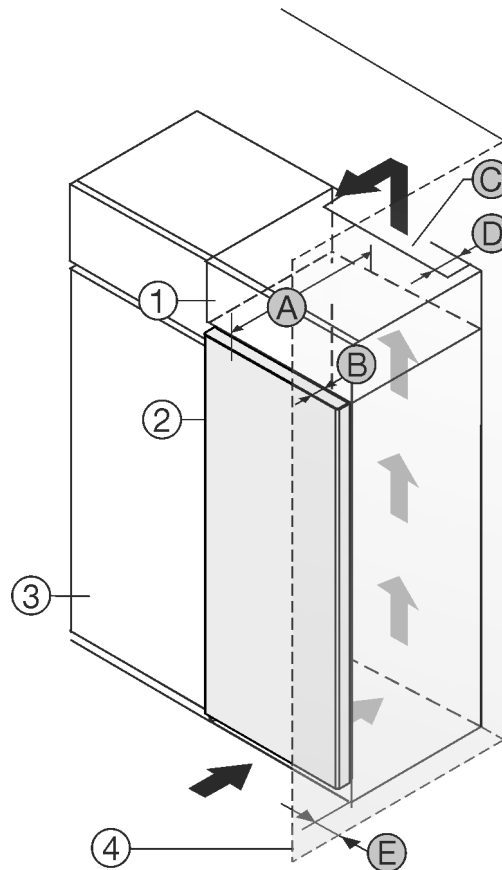

Fig. 1
Sie können das Gerät direkt neben dem Küchenschrank Fig. 1 (3) aufstellen.*
An der Rückseite des Aufsatzschrankes muss ein Abluftschacht mit der Tiefe Fig. 1 (D) über die gesamte Aufsatzschrankbreite vorhanden sein.*
Unter der Raumdecke muss der Entlüftungsquerschnitt Fig. 1 (C) eingehalten werden.*
Wenn Sie das Gerät mit den Scharnieren neben einer Wand Fig. 1 (4) aufstellen, dann muss der Abstand zwischen Gerät und Wand mindestens 13 mm betragen.*
Wenn Sie das Gerät mit den Scharnieren neben einer Wand Fig. 1 (4) aufstellen, dann muss der Abstand zwischen Gerät und Wand mindestens 20 mm betragen.*
Damit Sie die Tür vollständig öffnen können, muss das Gerät um die Türtiefe *Fig. 1 (B)* gegenüber der Küchenschrankfront vorstehen. Abhängig von der Tiefe der Küchenschränke *Fig. 1 (3)* und Verwendung von Wandabstandshaltern kann das Gerät weiter herausragen.*